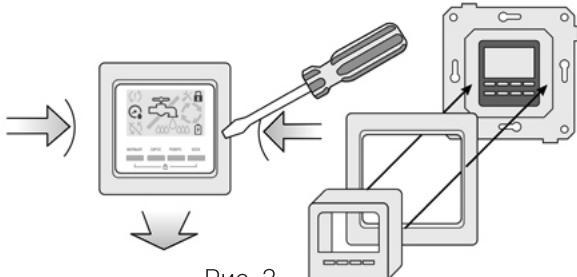

Рис. 3
- Установка контроллера. Контроллер рекомендуется устанавливать в удобном для доступа и оповещения об аварийной ситуации месте. Линия питания контроллера должна быть защищена УЗО 30 мА. Для подключения снимите крышку контроллера, для чего с помощью тонкого плоского предмета отожмите защёлки через прорези на боковой поверхности корпуса контроллера (рисунок 3).